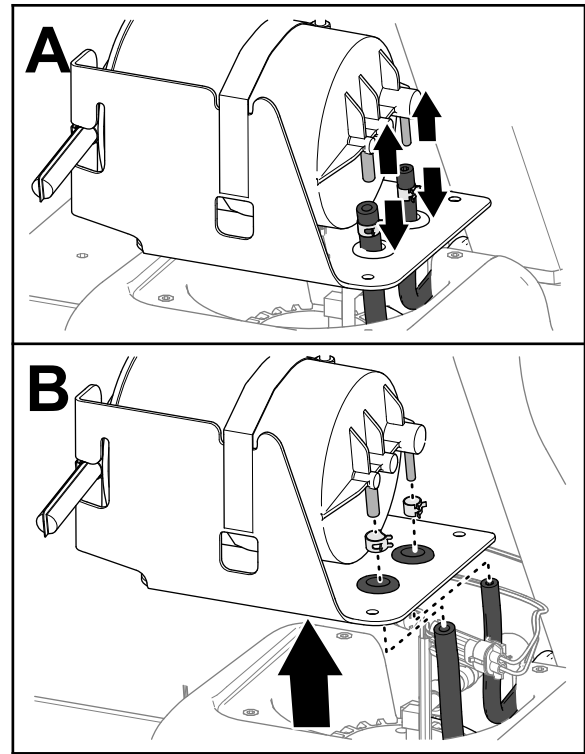

Bild 117
4. Schließen Sie die Schläuche vom Anschlussstück ab (**Bild 117**).
5. Nehmen Sie die Schlauchklemmen von den Schläuchen ab (**Bild 117**).
6. Nehmen Sie Aktivkohlefilter vom Kraftstofftank ab (**Bild 117**).